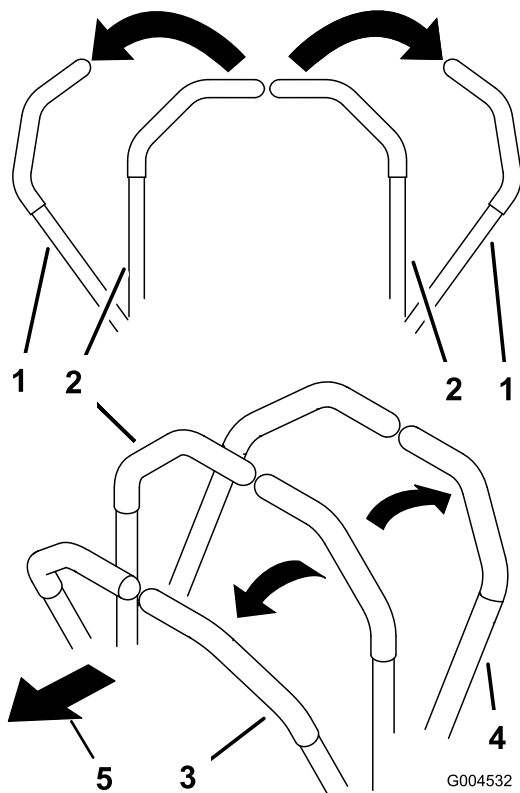

Figura 16
2. Para ir hacia adelante, empuje lentamente las palancas de control de movimiento hacia adelante (Figura 16).
Para ir recto, aplique la misma presión a ambas palancas de control de movimiento (Figura 16).
Para girar, deje de empujar la palanca de control de movimiento del lado al que desea girar (Figura 16).